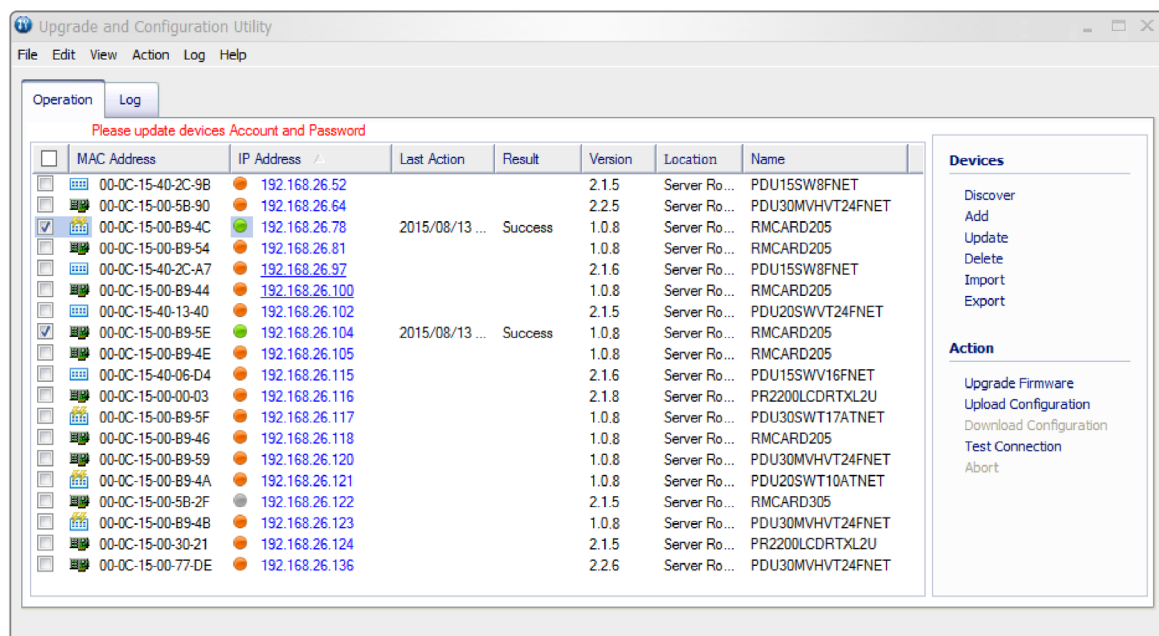

Figure 9. Succès de la mise à niveau du firmware dans la fenêtre principale.
8. Si la mise à niveau du firmware est implémentée, le résultat s'affiche dans la fenêtre principale, comme illustré dans la figure 9.